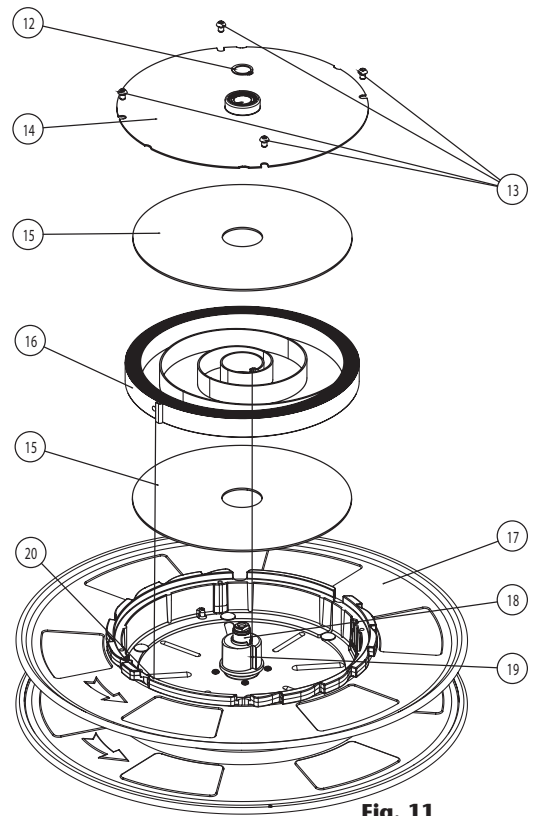

Fig. 11
7. Con el tambor apoyado en una superficie plana, retire el Cirdclip (12) (fig. 11) que fija el eje. Seguidamente, afloje los tornillos (13). Extraiga con cuidado la tapa (14) que saldrá junto con el rodamiento. Retire el disco silenciador (15) y seguidamente el resorte (16), tenga cuidado de no extraer la fijación resorte (19) que estará ligeramente sujeta al centro del resorte.
9. Aplique una ligera capa de grasa en el habitáculo para el resorte, y proceda a instalar el nuevo resorte tomando las mismas precauciones. Asegúrese de que los ganchos del resorte coinciden correctamente con los ganchos del tambor (20) (fig. 11) y de la fijación resorte (19) (fig. 11).
10. Una vez el resorte esté en el habitáculo, cubrirlo con el disco silenciador (15) (fig. 11) y con la tapa (14) (fig. 11).
11. Una vez colocada la tapa, girarla hasta que esté bien alineada con la pieza perimetral sobre la que encaja (las ranuras han de coincidir). Tras esto, apretar los tornillos (13) (fig. 11).
12. Tras montar la tapa, monte el circlip (12) (fig. 11) y lleve el conjunto tambor, al bastidor.